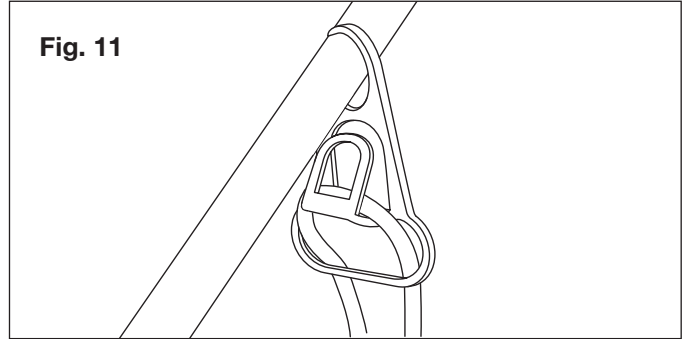

Fig. 11
1. Pour utiliser votre souffleuse à neige sans danger et efficacement, utilisez uniquement une rallonge électrique homologuée UL et recommandée pour une utilisation à l'extérieur. 2. Poussez la boucle de la rallonge électrique à travers la fente du côté opposé au crochet de retenue. Placez la boucle sur le crochet et tirez la rallonge à travers la fente (Fig. 11).